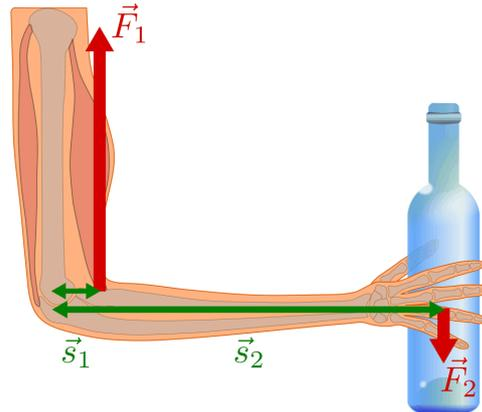

Abbildung 20: Der Arm als Hebel
- a) Der Mensch in Abbildung 20 hält eine Flasche mit einem Gewicht von 1 kg in seiner Hand. Berechne, welche Kraft dabei auf den Muskel wirkt (mit: $s_2 = 60 \text{ cm}$, $s_1 = 7 \text{ cm}$).